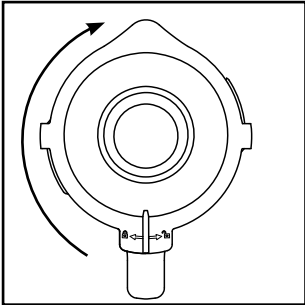

Bild 2
- 4) Sätt sedan tillbaka locket **2** med samma förskjutning på mixerbehållaren **3** och tryck fast det. Stäng locket **2** genom att vrida det medsols till läge **4** tills det klickar fast (se bild 2). Kontrollera att mixerbehållarens **3** pip är stängd. Motorn startar bara om locket **2** sluter helt tätt.